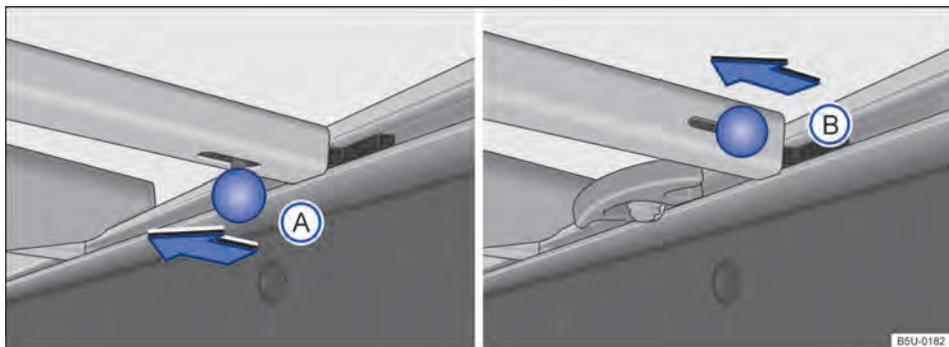
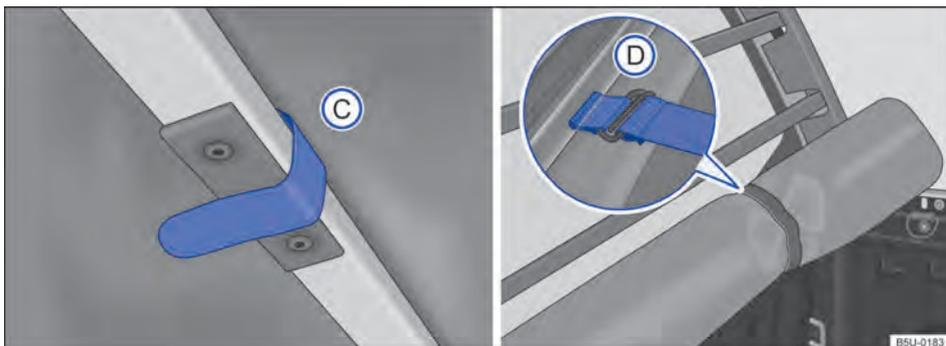

Fig. 51 Travessas no compartimento de carga: (A) veículos com suportes de amarração fixos, (B) veículos com suportes de amarração deslizantes.
Fig. 52 No compartimento de carga: tira de fixação e capota marítima corretamente recolhida.
- Para remover de tipo (A) ou (B), deslocar o pino de travamento no sentido da seta → Fig. 51. Para remover a travessa que está próxima ao vidro traseiro, é necessário soltar as tiras de fixação da capota → Fig. 52 (C).
- Após o recolhimento total da capota, prendá-la com as cintas de fixação (D).
- Para remover a travessa que está próxima ao vidro traseiro, é necessário soltar as tiras de fixação da capota → Fig. 52 ③, e fazer o mesmo procedimento anterior para remover a travessa (quando disponível mais de uma travessa).
- Após o recolhimento total da capota, prenda-a com as cintas de fixação → Fig. 52 ④.